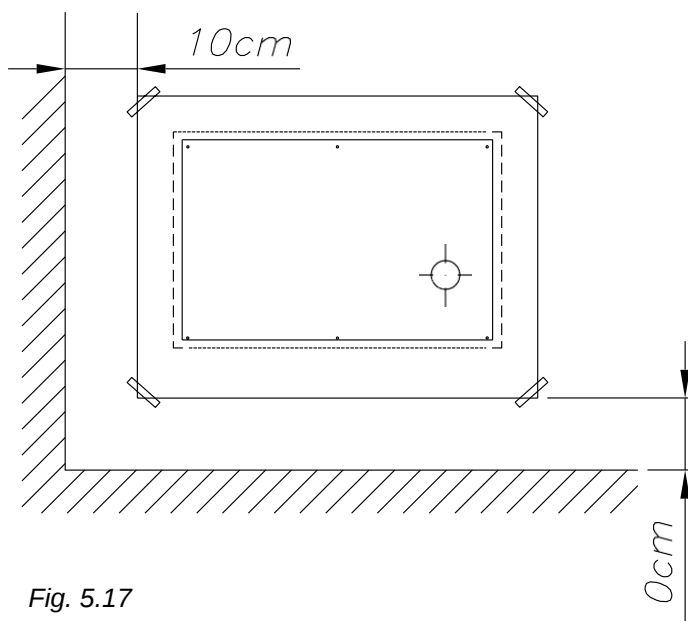

Fig. 5.17
1. Pozitionati sablonul pe perete si fixati-l cu banda adeziva la o distanta de minim 10 cm de pode si perfect incadrat (vezi fig.5.17). Marcati orificiul de evacuare si realizati orificiul, pe cat posibil cu o panta de 2% spre exteriorul peretelui (vedi fig.5.17).